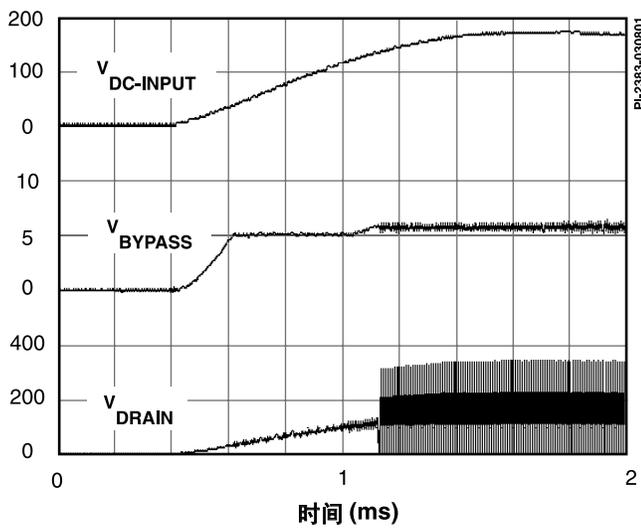
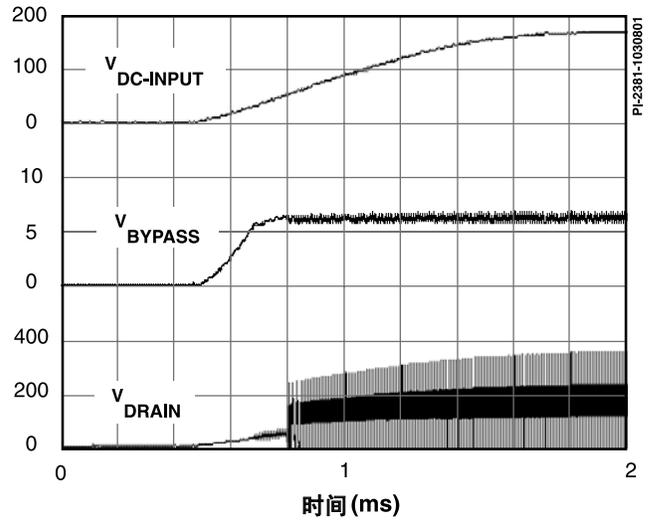

图 10. 使用连接到EN/UV引脚的可选外部UV电阻(4 MΩ)的通电状态
图 11. 未使用连接到EN/UV引脚的可选外部UV电阻(4 MΩ)的通电状态
*TinySwitch-III*的旁路/多功能引脚上仅需要一个 $0.1\ \mu\text{F}$ 的电容即可实现标准的电流限流。由于容量很小，电容的充电时间极短，通常为 $0.6\ \text{ms}$ 。充电时间与选择了不同电流限流的相应旁路/多功能引脚电容值成正比。由于开/关反馈的高带宽，电源输出无过冲。当在直流输入正极与EN/UV引脚间连接一个外部电阻($4\ \text{M}\Omega$)，在通电期间功率MOSFET开关将被延迟，直到直流电压超过阈值($100\ \text{V}$)之后。图10及图11显示了EN/UV引脚在有外接电阻及没有外接电阻($4\ \text{M}\Omega$)的应用中，*TinySwitch-III*的通电时序波形。